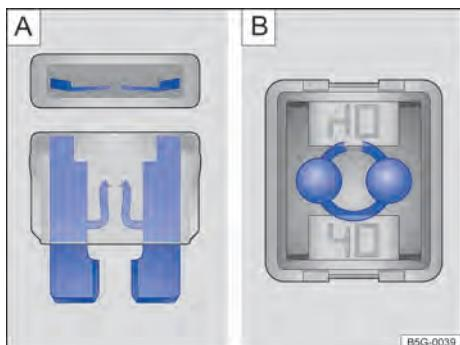

Fig. 143 Fusível queimado: **A** fusível plano, **B** fusível de bloqueio.
- Um *fusível plano (ATO[®], MINI[®])* queimado é reconhecido de cima ou de lado pela carcaça transparente nas faixas metálicas derretidas → Fig. 143 **A**.
- Um *fusível de bloqueio (JCASE[®])* queimado é reconhecido pelas faixas metálicas derretidas por cima da carcaça transparente → Fig. 143 **B**.